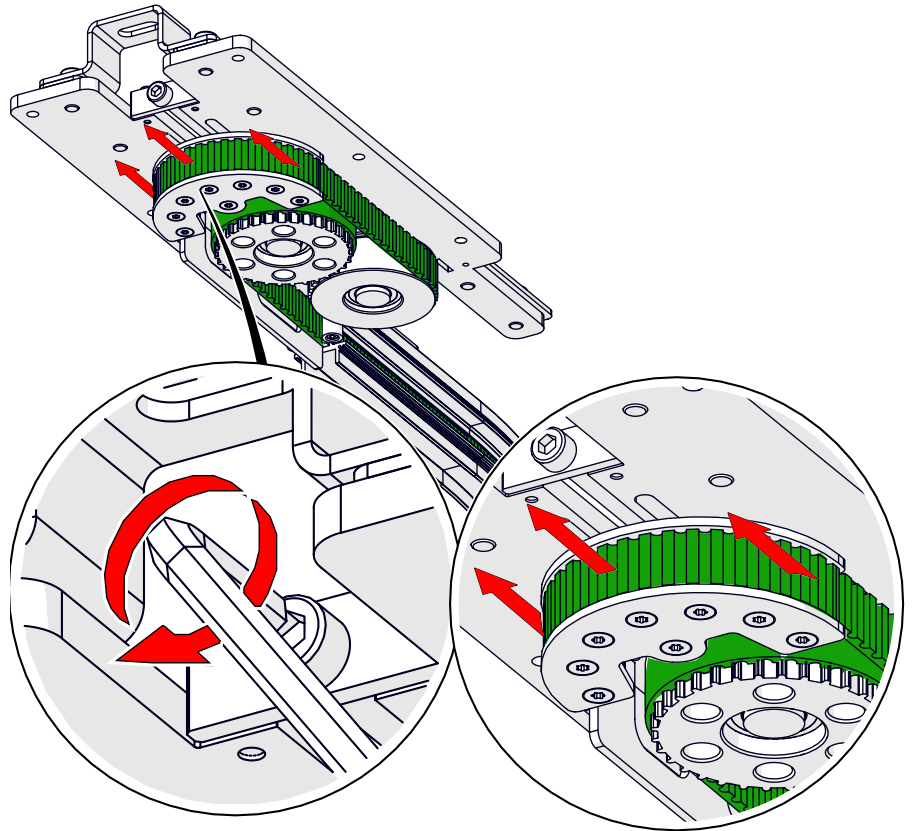

Abb. 86: Zahnriemenmontage – Zahnriemen an der Motoreinheit spannen
- ➔ Verschieben Sie den Schlitten, indem Sie an der Gewindeschraube mit einem ISK SW 8 drehen, bis der Riemen ausreichend Spannung hat (siehe Abb. 86).